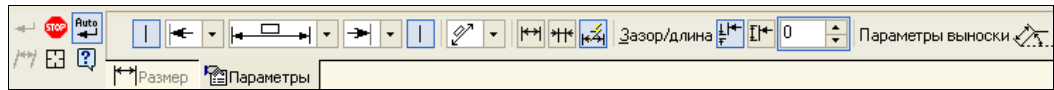

Рис. 11.3. Панель свойств с открытой вкладкой **Параметры** в режиме построения размера
- ◆ щелкните ЛК мыши по вкладке **Параметры** на Панели свойств и откройте ее (рис. 11.3). Рассмотрим элементы управления на этой вкладке. Элементы управления вкладки **Параметры** рассмотрены в табл. 11.1.